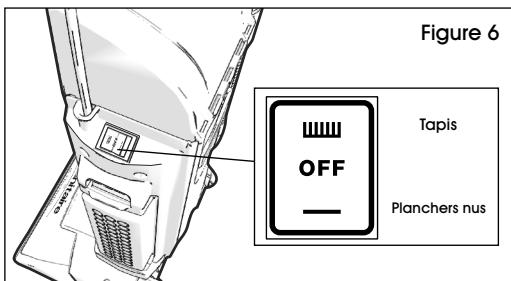

Figure 6
1. L'interrupteur d'alimentation est installé sur le dessus de l'ensemble du filtre, sur le côté gauche de l'aspirateur. L'appareil est éteint lorsque l'interrupteur est placé au centre. Appuyez sur la partie avant de l'interrupteur pour nettoyer un tapis et sur la partie arrière pour nettoyer un plancher nu. (Voir Figure 6)